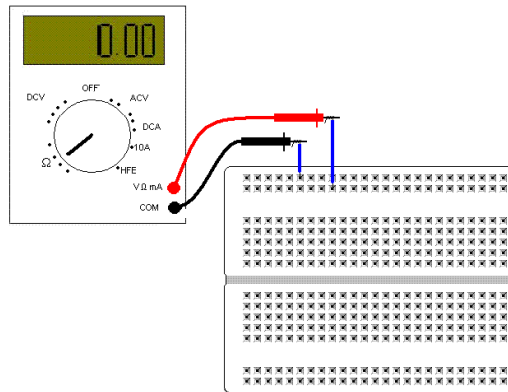

Figura 5 – Medindo a resistência entre dois pontos em barramentos horizontais diferentes
- 5) Inserir os terminais do multímetro em dois pontos que estão em barramentos (horizontal) diferentes, Figura 5.